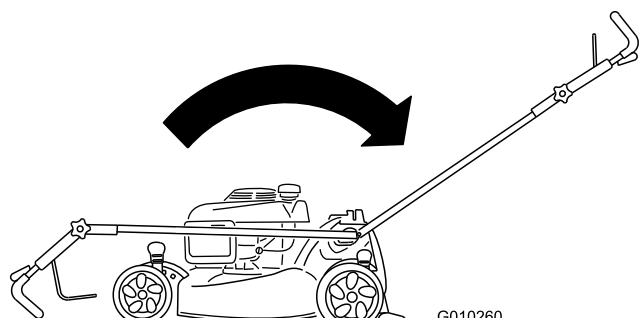

Рисунок 3
1. Отведите рукоятку назад и удерживайте ее в этом положении за верхнюю часть (Рисунок 3).